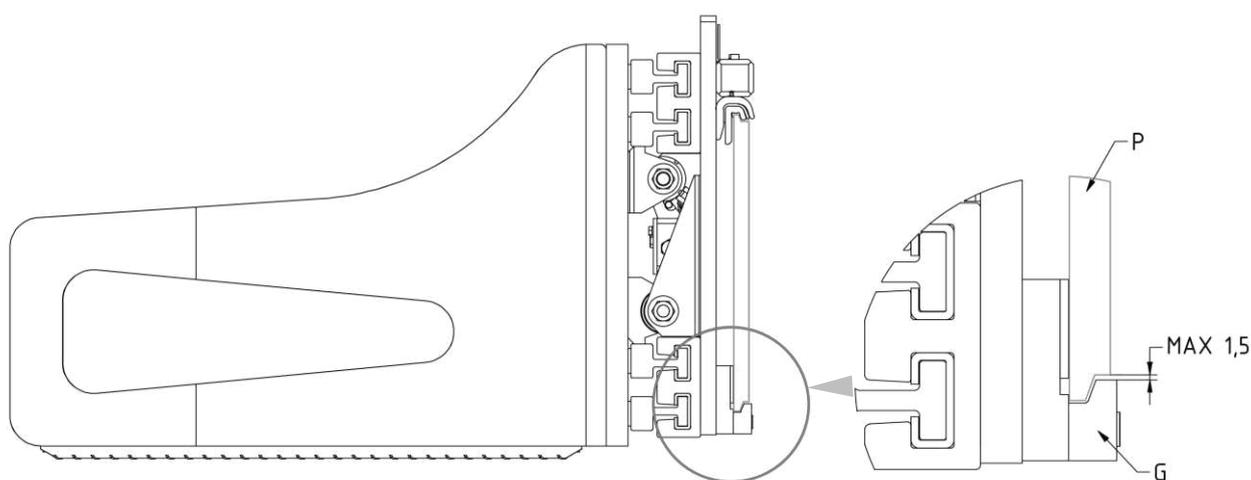

Figura 8
9. Riavvitare i 2 ganci inferiori **G** in modo che il corpo di questi rimanga agganciato anche inferiormente alla piastra porta forche **P** (con gioco max. 1,5mm, vedi dettaglio *Figura 8*), serrando con coppia di serraggio indicata nella *Tabella 4*.
3. Controllare il gioco fra la parte inferiore della piastra porta forche e i ganci inferiori dell'attrezzatura, verificando che sia come indicato in *Figura 4* (pag. 13) e in *Figura 8* (pag.16) ed, eventualmente, intervenire sul serraggio delle viti che li sorreggono.